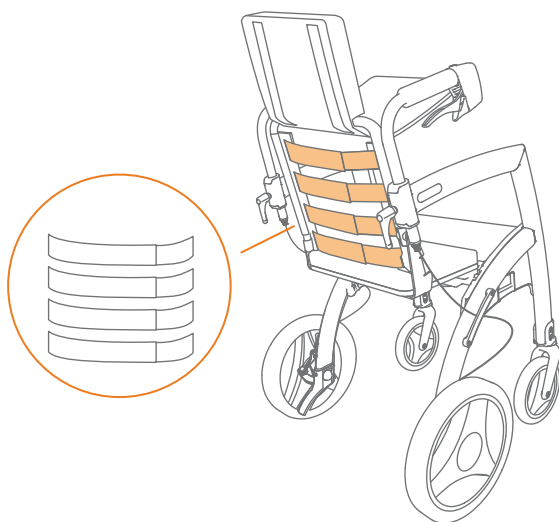

Figure 45: Plus souple pour plus de profondeur de siège.
- c.** Ajustez les bandes en détachant le velcro. Attachez à nouveau les velcros de tel sorte que le bassin de l'utilisateur soit bien droit et son dos soit bien soutenu (**Figure 45**).